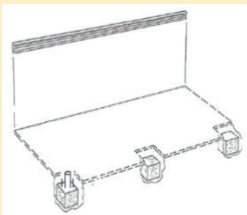

Abb. 16
- 3.2 Graben sie ein Loch für das Fundament von ca.: 500x500x400mm. Siehe Abb.: 16